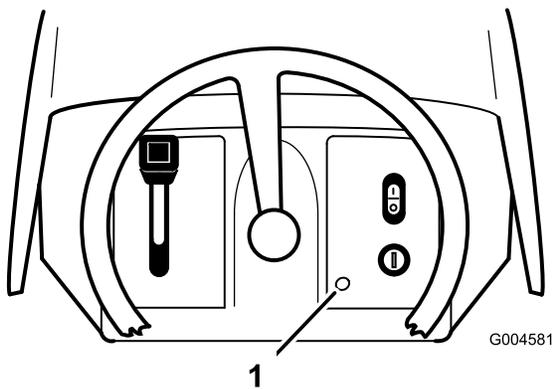

Figura 16
**Nota:** La spia rossa sulla consolle anteriore (Figura 16) si accende per indicare che l'interruttore di sicurezza è disattivato.